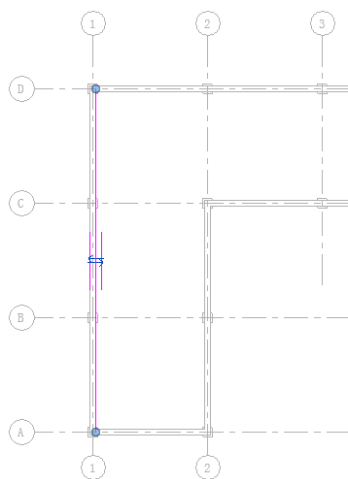
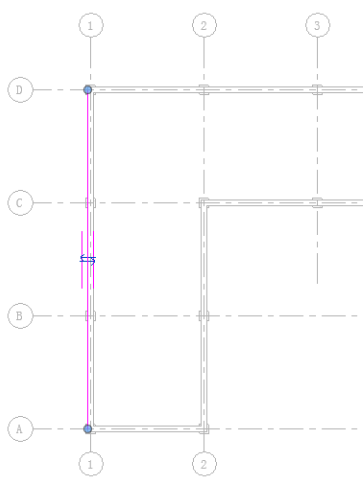

图 11-4 生成边界线
图 11-5 更改边界线位置
(4) 根据所选边界墙生成如图 11-4 所示的边界线，单击“翻转”按钮，边界线的位置如图 11-5 所示。